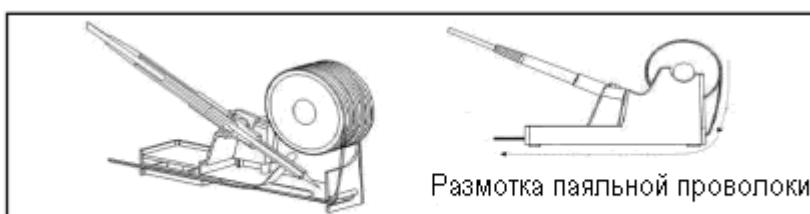

Рис. 1 Подставка для паяльника с держателем для паяльной проволоки
- Установите паяльную проволоку в держатель (рис.1).
- Поместите паяльник на подставку (см. рисунок 1).